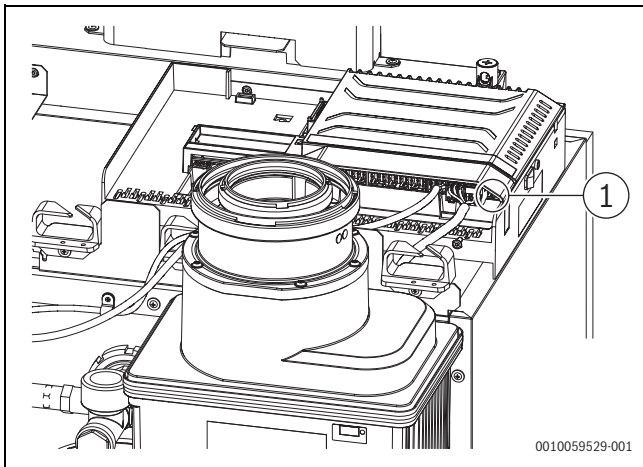

Bild 42 Netzanschluss herstellen
- ▶ Netzanschluss über die Klemme an IN - Netzeingang herstellen (→ Bild 42, [1]).